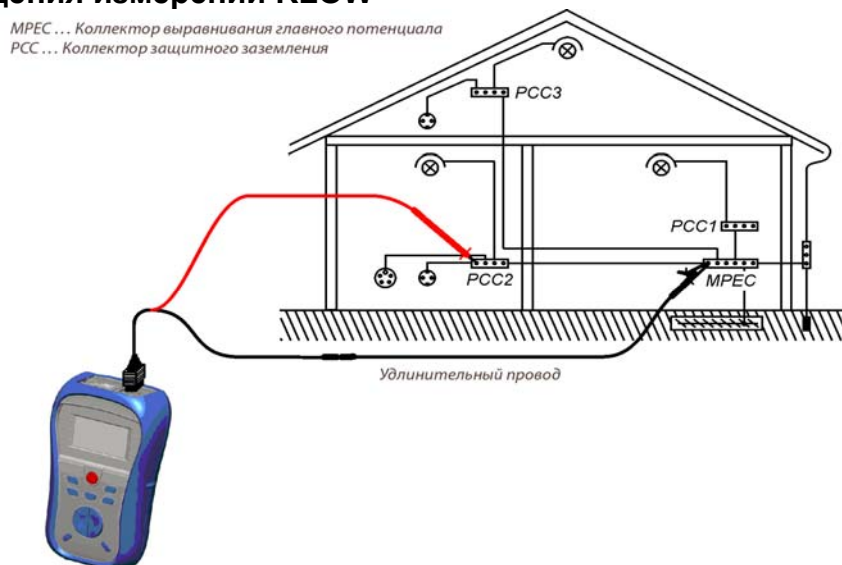

Рисунок 5.5: Подключение 2-проводного измерительного кабеля и дополнительного удлинительного провода
- ❑ **Подсоедините** измерительные провода к исследуемому проводнику защитного заземления (см. рисунок 5.5).